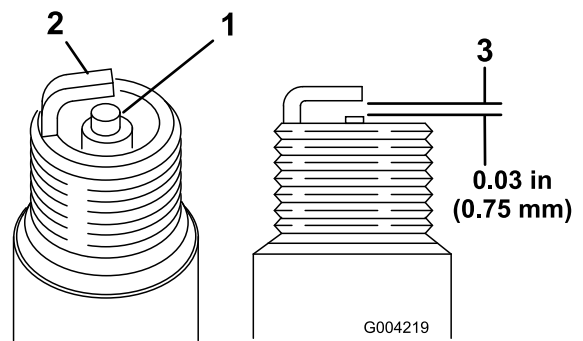

図 51
- 中央の電極部を観察する(図 51)。絶縁体部がうす茶色や灰色なら適正、碍子が黒くなっているのは不完全燃焼である(エアクリーナの汚れが原因であることが多い)。
- プラグの電極間のエア・ギャップ(図 51)を点検し、
- 適正值から外れていれば外側の電極(図 51)を曲げて調整する。